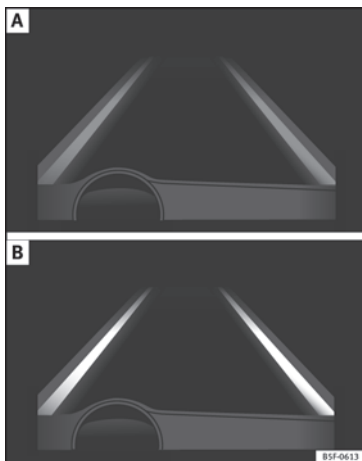

Fig. 162 Sur l'écran du tableau de bord : indication sur l'écran de l'assistant de maintien de voie (exemple 1).
- L'assistant est activé, mais indisponible car la vitesse minimale n'a pas été atteinte ou car il ne reconnaît pas les lignes des voies » **fig. 162 A.**
- L'assistant est activé et disponible, il reconnaît les deux lignes de la voie. Il n'est pas en train de corriger la trajectoire » **fig. 162 B.**